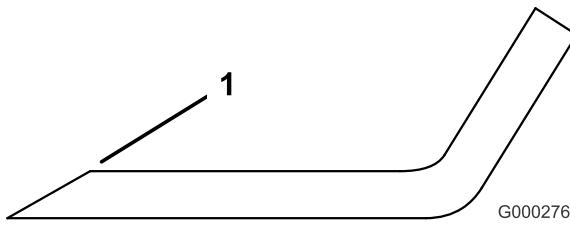

Bild 92
1. Schärfen Sie die Schnittkante an beiden Enden des Schnittmessers mit einer Feile (Bild 92). Behalten Sie den ursprünglichen Winkel bei. Das Schnittmesser behält seine Auswuchtung bei, wenn von beiden Schnittkanten die gleiche Materialmenge entfernt wird.